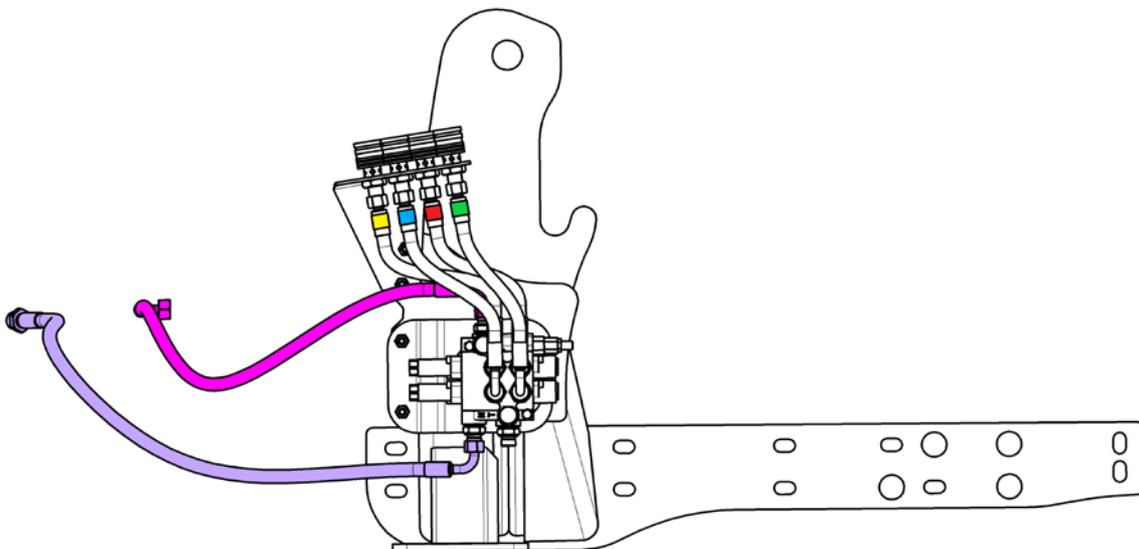

Рис. 2.6
2.2.2.9 Присоединить угловым концом с гайкой М20х1,5 РВД напора тракторного гидрораспределителя к адаптеру, установленному в центральный порт С (N) гидрораспределителя (рис.2.6). Вторым концом рукава, штуцер с резьбой М24х1,5, при подключении к гидросистеме трактора, соединяют с отвернутым от насоса напорным рукавом гидрораспределителя трактора.